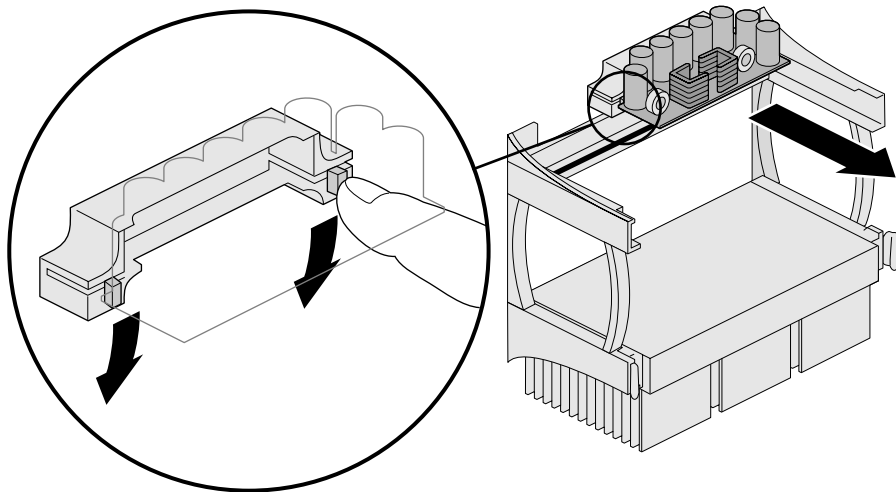

图 6-10 拆除处理器电压调节器
8. 如果拆除辅处理器并安装了处理器端接卡，则应同时拆除电压调节器。具体操作如图 6-10 所示。